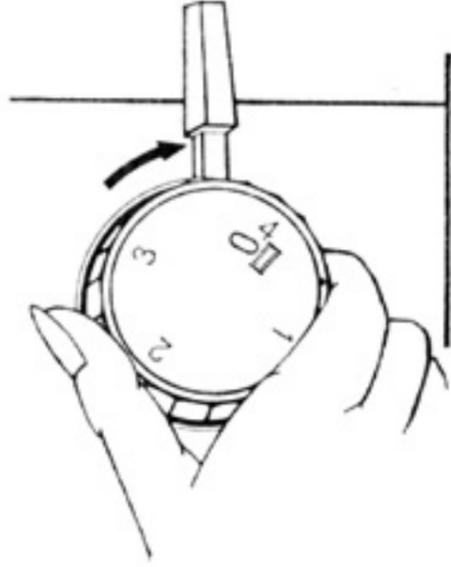

Рис. 20
**16. Установка длины стежка (рис. 20)**